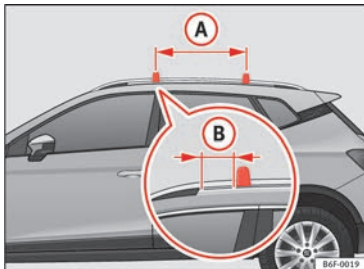

Abb. 170 Befestigungspunkte der Längsträger für den Dachgepäckträger.
Die Querstangen werden an der seitlichen Dachreling angebracht. Der Abstand zwischen den Querstangen »» **Abb. 170** (A) muss